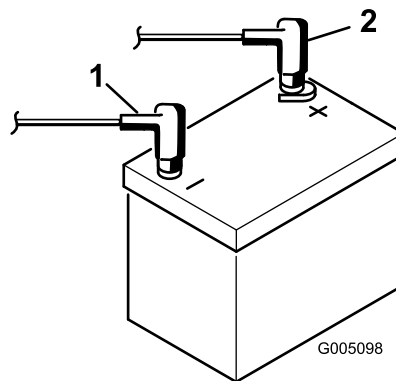

Figure 9
9. Raccordez le câble positif (rouge) de la batterie à la borne positive (+) et le câble négatif (noir) à la borne négative (-), et fixez-les en place avec les boulons et les écrous (Figure 9). Placez le capuchon en caoutchouc sur la borne positive pour éviter les courts-circuits.